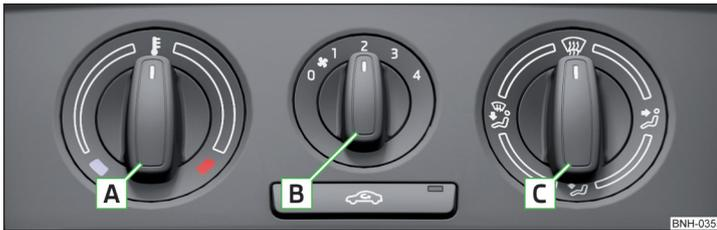
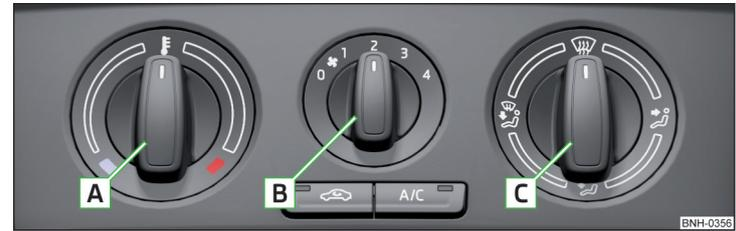

Fig. 106 Elementos de mando de la calefacción
Fig. 107 Elementos de mando del aire acondicionado manual
**Funciones de los elementos de manejo individuales** » fig. 106 y » fig. 107
El testigo luminoso en la tecla **A/C** » fig. 107 se enciende después de la conexión, incluso si no se cumplen todas las condiciones para el funcionamiento del sistema de refrigeración. Al encenderse el testigo de la tecla, se señalará la disponibilidad del sistema de refrigeración. ▶